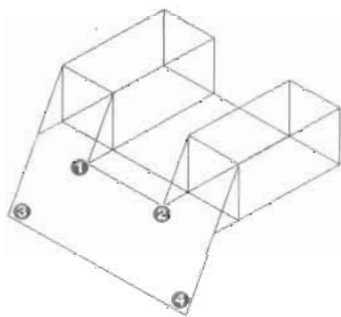

图 11-33
(8) 使用“直线”命令绘制两条如图 11-33 所示连接点 1 和 2、3 和 4 的直线。